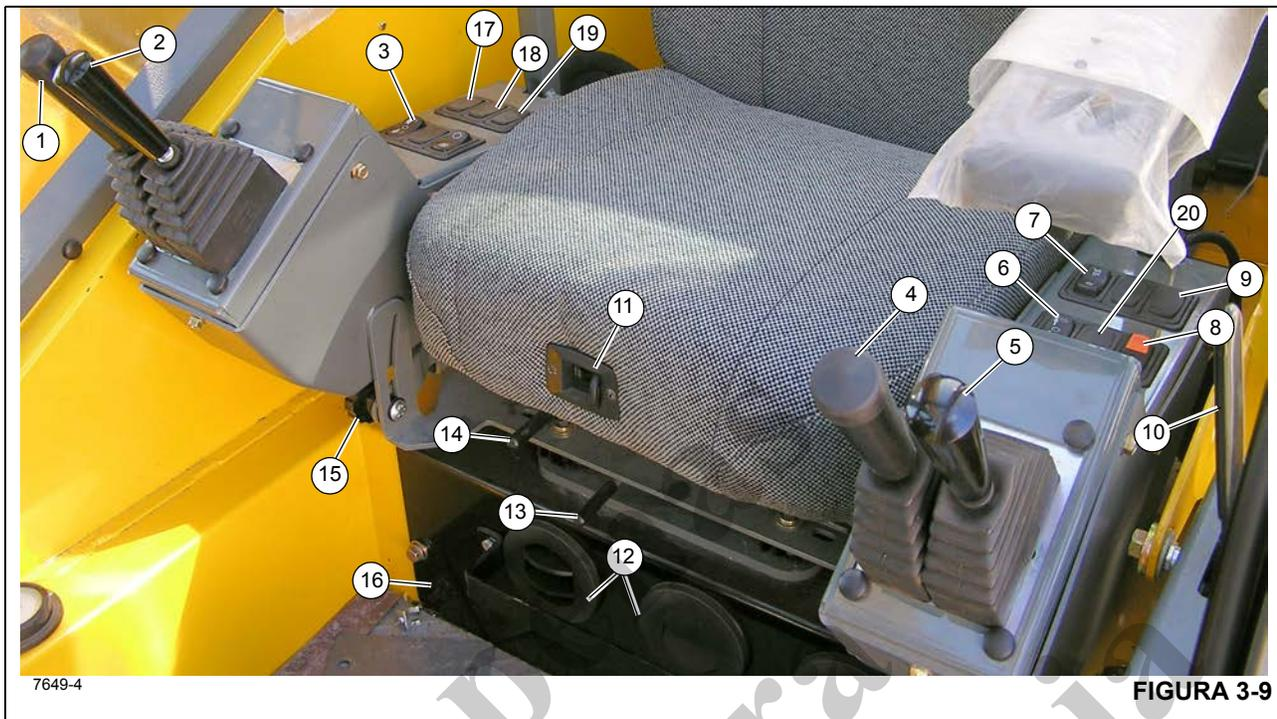

FIGURA 3-9
O indicador de diferencial do eixo bloqueado (22) (Figura 3-7) localiza-se no mostrador de indicadores da coluna de direção. Este indicador acende em âmbar depois que a chave de bloqueio do diferencial (10) (Figura 3-9) for pressionada na posição LOCK (Bloquear) e que as chaves de bloqueio do diferencial do transportador, localizadas em cada eixo, forem fechadas. Na posição LOCK (Bloquear), o diferencial não atua entre as rodas.
Números dos itens da Figura 3-9
O controle do guincho principal (1) (Figura 3-9) localiza-se no apoio de braço direito. O joystick, quando empurrado para a frente abaixa o cabo. Quando puxado para trás ele eleva o cabo.
O controle de elevação da lança (2) (Figura 3-9) localiza-se no apoio de braço direito. Quando empurrado para a frente, o joystick abaixa a lança, puxado para trás, ele eleva a lança.
A chave seletora da velocidade do guincho principal (3) (Figura 3-9) é uma chave de três posições fixas (Alto/Desligada/Baixo) localizada no apoio de braço direito. Colocada na posição HIGH (Alto), permite a operação das funções do guincho principal e energiza o solenoide de velocidade alta do guincho principal, proporcionando altas velocidades do cabo. Colocada na posição central, OFF (Desligada), a elevação de carga é impedida. Colocada na posição LOW (Baixo), permite a operação das funções do guincho principal e desliga a energia do solenoide de velocidade alta do guincho principal, proporcionando baixas velocidades do cabo.
O controle do guincho do telescópio ou auxiliar (Tele ou Aux) (4) (Figura 3-9) está localizado no apoio de braço esquerdo. O joystick controla as funções do telescópio quando o guindaste não estiver equipado com um guincho auxiliar. Empurre o joystick para a frente para estender a lança ou puxe o joystick para trás para retrá-la.
A chave seletora da velocidade do guincho principal (6) (Figura 3-9) é uma chave de três posições fixas (HIGH/OFF/LOW) (Alto/Desligada/Baixo) localizada no apoio de braço esquerdo. Colocada na posição HIGH (Alto), permite a operação das funções do guincho auxiliar e energiza o solenoide de velocidade alta do guincho auxiliar, proporcionando altas velocidades do cabo. Colocada na posição central, OFF (Desligada), a elevação de carga é impedida. Colocada na posição LOW (Baixo), permite a operação das funções do guincho auxiliar e desenergiza o solenoide de velocidade alta do guincho auxiliar, proporcionando baixas velocidades do cabo.
A chave de controle da direção traseira (7) (Figura 3-9) tem três posições, centralizada por mola na posição OFF (Desligada) e está localizada no apoio de braço esquerdo. Pressione a parte inferior da chave para acionar uma válvula de controle para virar as rodas traseiras para à esquerda fazendo com que o guindaste vire para a direita. Pressione a parte superior da chave para acionar uma válvula de controle para virar as rodas traseiras à direita fazendo com que o guindaste vire para a esquerda. Quando as rodas não estiverem centralizadas a luz de rodas traseiras não centralizadas, na coluna de direção, acende. Ao soltar, a chave retorna para a posição central desligada.
A chave de controle do freio de giro (8) (Figura 3-9) localiza-se no apoio de braço esquerdo. Este chave de duas posições ON/OFF (Liga/Desliga) é usado para controlar uma válvula hidráulica que direciona um fluxo regulado de pressão do e para o freio de giro. Colocar a chave na posição ON (Ligada) aciona o freio de giro e colocá-la na posição OFF (Desligada) libera o freio de giro. Quando a chave estiver na posição ON (Ligada), a luz indicadora vermelha na coluna de direção acende. A chave tem uma trava para evitar ativação acidental.
A chave de bloqueio do diferencial (Diferencial do eixo) (9) (Figura 3-9) localiza-se no apoio de braço esquerdo. É uma chave temporária de duas posições indicada com LOCK (Bloquear) e UNLOCK (Desbloquear). Quando posicionado na posição LOCK (Bloquear), as estrias do colar de mudança se acoplam com as estrias da caixa do diferencial e os eixos e o conjunto do diferencial se travam ao mesmo tempo e não há nenhuma ação diferencial entre as rodas. Quando posicionado na posição UNLOCK (Desbloquear), há ação normal do diferencial entre as rodas em todos os momentos. O indicador âmbar na coluna de direção acende quando a chave em cada eixo é ativada.
Use a alavanca de liberação da porta da cabine (10) (Figura 3-9) para abrir e fechar a porta da cabine do lado de dentro da cabine.
Para ajustar o encosto do banco, pressione o botão de ajuste (11, Figura 3-9) e ajuste o assento conforme a necessidade.
A unidade de controle do ar-condicionado/aquecedor da cabine (16) (Figura 3-9) localiza-se na cabine, sob o assento do motorista. As saídas (12) fazem parte da unidade de controle climático e podem ser ajustadas para direcionar o fluxo de ar.
Movendo a alavanca de deslizamento do assento (13) (Figura 3-9) apenas o assento desliza para a frente ou para trás.
Movendo a alavanca de deslizamento do assento (14) (Figura 3-9), o assento e a estrutura do assento, incluindo os apoios de braço, deslizam para a frente ou para trás.
O apoio de braço e os controles do apoio de braço podem ser ajustados por meio do botão de ajuste (15) (Figura 3-9). Solte o botão e gire o apoio de braço até a posição desejada, reaperte o botão ao concluir o ajuste.
Os indicadores de rotação do guincho para os guinchos auxiliar e principal localizam-se na parte superior da respectiva alavanca de controle (1,4) (Figura 3-9). Cada indicador é acionado eletronicamente por um sinal de entrada originado por um sensor fixado ao guincho correspondente e por um sinal de saída de um módulo de controle. Cada alavanca de controle do guincho (1,4) pulsa quando o guincho correspondente estiver em funcionamento de maneira a ser sentida pelo polegar do operador.